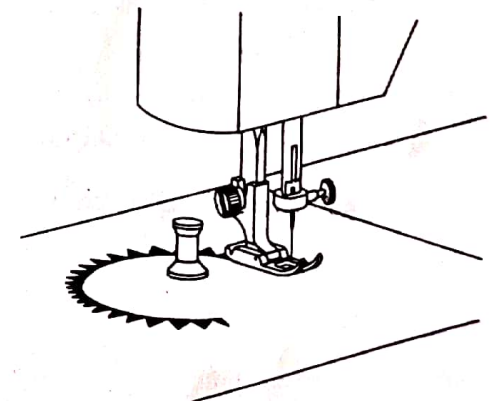

Fig. 37
- 2.— Haga funcionar la máquina en forma normal, acompañando suavemente el movimiento circular de la tela con su mano derecha y ejerciendo una leve presión con sus dedos sobre el botón Nro. 1 (Fig. 37).
- \* Algunos pedazos de hilo han quedado en la pista de la caja del crochet e impiden su normal funcionamiento. En este caso, se afloja el tornillo moleteado R (Fig.37) con lo cual se puede sacar la tapa de la caja del crochet y el crochet mismo. La limpieza del asiento puede hacerse con un pequeño cepillo, luego de lo cual se vuelven a colocar tapa y crochet apretando finalmente el tornillo R.